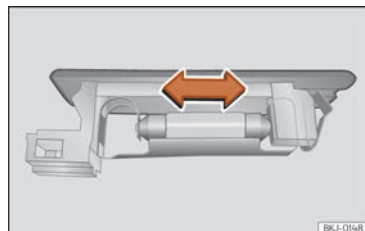

Fig. 177 Luz del maletero.
- Presione la lámpara lateralmente y extráigala del alojamiento >>> **fig. 177**.